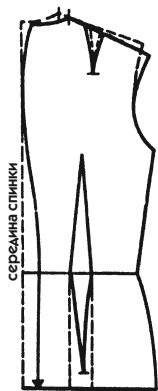

Рис. 54
Рассматривая на рис. 54 лекало спинки, представьте, что вы видите фигуру в профиль. Вы сразу обнаружите некоторую особенность телосложения, для которого неискушенная портниха не сразу найдет соответствующее решение. Речь идет о сутулой фигуре, спина которой выдается больше, чем ягодицы.
2. Вытачка (или рельеф) выполняется между срединной линией спинки и боковым швом. Иногда, тем не менее, надо предусмотреть второе сужение, отходящее от глубины вытачки на талии вниз (пунктирные линии на рис. 54).